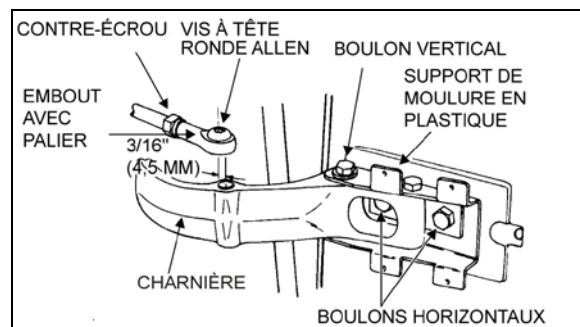

FIGURE 32 : CHARNIÈRE DE PORTE SUPÉRIÈRE 18058
- Retirer la vis à tête ronde Allen et la rondelle qui maintiennent l'embout à rotule sur la charnière supérieure. Voir la Figure 32.